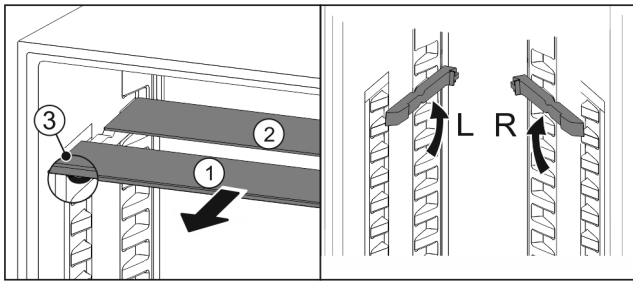

Fig. 85
- ▶ Посуньте Fig. 85 (1) скляну панель вперед.
- ▷ Скляна панель Fig. 85 (1) з декоративною планкою лежить спереду.
- ▷ Стопори Fig. 85 (3) показують вниз. Пристрої з морозильною камерою.\*